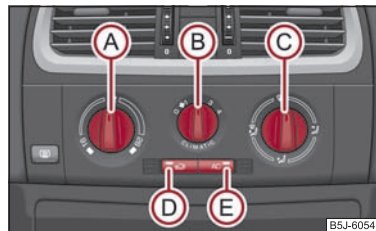

Fig. 91 Climatic: Éléments de commande
- Appuyez sur la touche ⇒ page 84, fig. 91 - le témoin s'allume dans la touche.
La circulation d'air de recyclage s'arrête automatiquement si l'on met le régulateur de diffusion d'air sur la position ⇒ page 84, fig. 91. En réappuyant plusieurs fois sur la touche , vous pouvez réenclencher le recyclage de l'air dans cette position également.
Le climatiseur se met en marche après avoir appuyé sur l'interrupteur  ⇒ page 84, fig. 91 , les conditions ci-après devant en outre être remplies:
- Faites tourner le régulateur rotatif **(A)** ⇒ fig. 91 vers la droite pour augmenter la température.
- Appuyez sur la touche  **(E)** ⇒ fig. 91. Le témoin s'allume dans la touche.